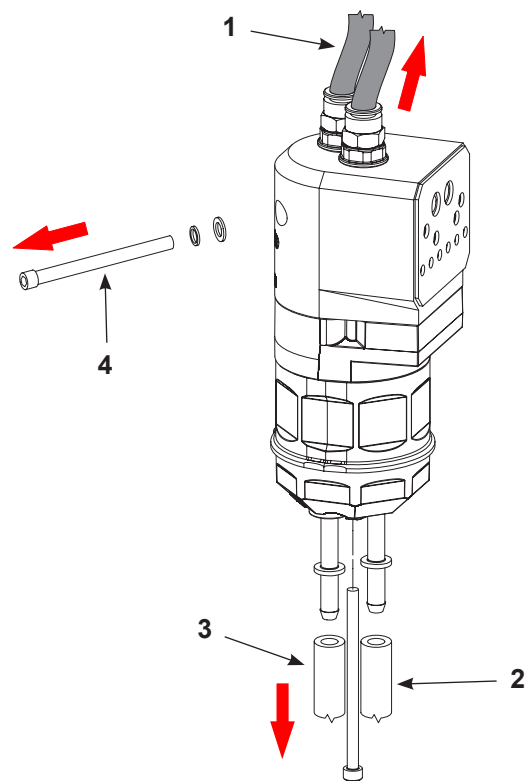

Figura 18 Preparazione per smontare la pompa modificata
1. Vedi Figura 18. Scollegare le linee dell'aria di spurgo dalla sommità della pompa modificata (1) laddove applicabile.